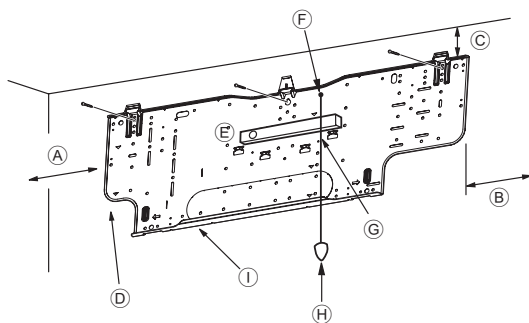
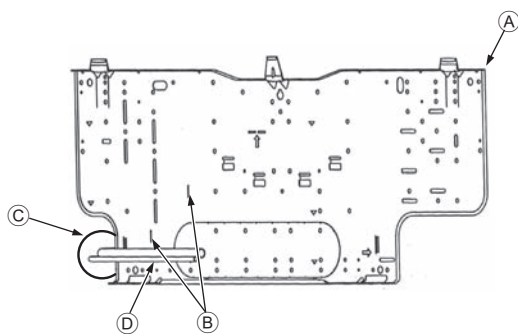

Рис. 3-4
Рис. 3-5
■ PKFY-P-VHM-E (Рис. 3-4)
- D Крепежные винты (4 × 35) ②
- I Монтажная плита ①
3.3. Встраивание труб в стены (Рис. 3-5)
- A Монтажная плита ①